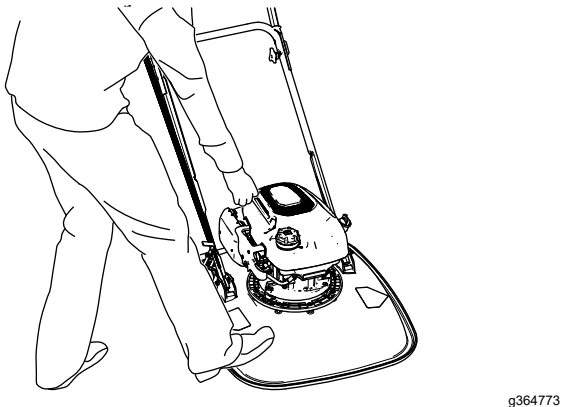

Bild 23
3. Stellen Sie den Fuß auf das Mähwerk und kippen Sie die Maschine in ihre Richtung (**Bild 23**).